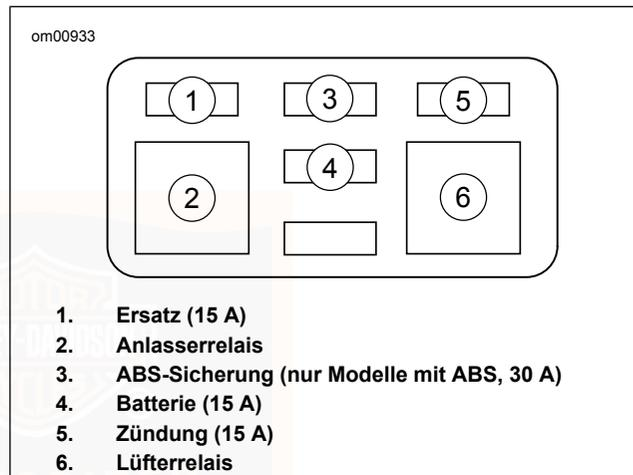

Abbildung 56. Vorderer Sicherungsblock: VRSC-Modelle
4. Siehe Abbildung 56. Die fehlerverdächtige Sicherung entfernen und den Schmelzeinsatz überprüfen. Die Sicherung ersetzen, wenn der Schmelzeinsatz durchgebrannt oder abgetrennt ist.